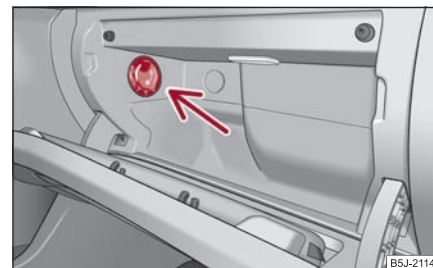

Fig. 104 Torpedoul: Răcirea
- Porniți, respectiv opriți răcirea de la întrerupătorul ⇒ fig. 104.